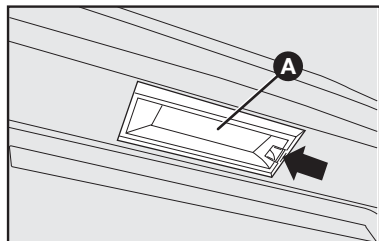

fig. 21
LUZ DE PLACA - fig. 21
- 1) retirar o refletor **A-fig. 21** atuando na trava indicada pela seta.